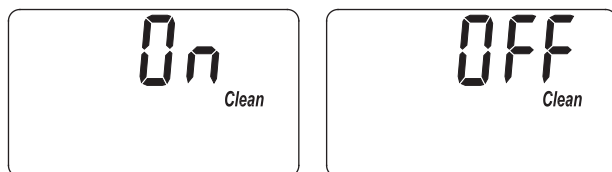

FIG. 31
1. Mantenga oprimido el botón PROGRAM (Programar) hasta que aparezca la pantalla que se indica en la Fig. 29. Cuando ello ocurra, oprima dos veces el botón PROGRAM (Programar) y aparecerá una de las dos pantallas que se indican en la Fig. 31.